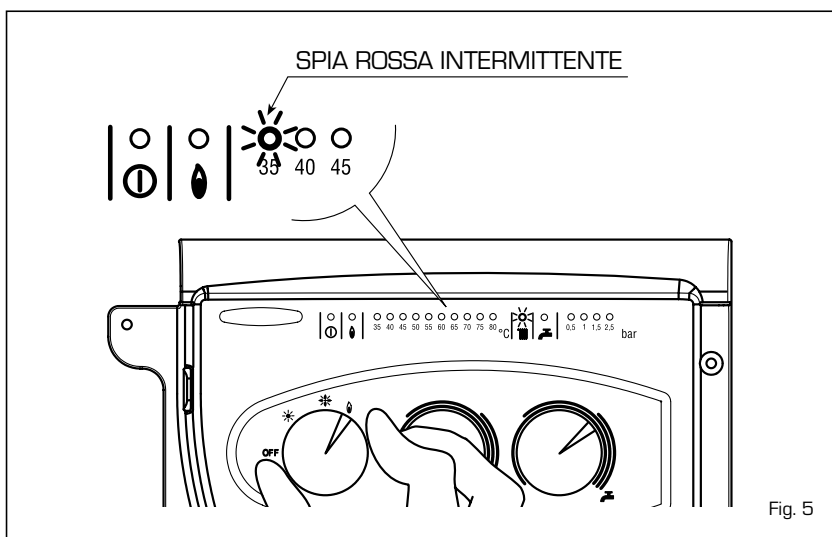

Fig. 5
- Intervento termostato sicurezza (fig. 5)